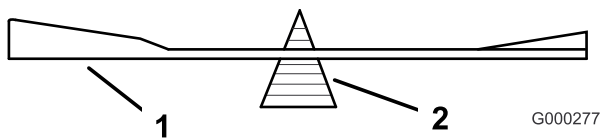

Figura 53
2. Verifique el equilibrio de la cuchilla colocándola sobre un equilibrador de cuchillas (Figura 53). Si la cuchilla se mantiene horizontal, está equilibrada y puede utilizarse. Si la cuchilla no está equilibrada, rebaje algo el metal en la parte de la vela solamente (Figura 53). Repita este procedimiento hasta que la cuchilla esté equilibrada.